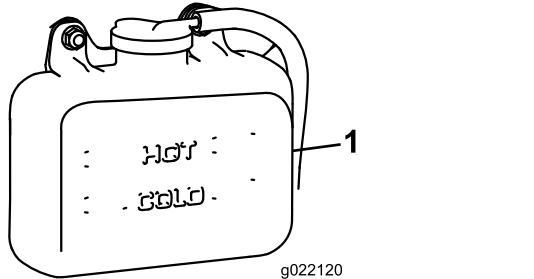

Figura 65
1. Compruebe el nivel de refrigerante en el depósito de expansión (Figura 65).